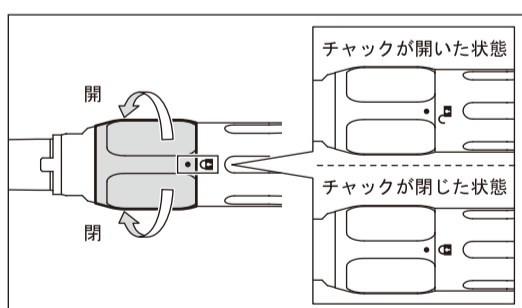

図4
- 1) チャック開閉リングを"開"の方向に「カチッ」と音がするまで回します。(図4)
- ・切削バーを固定した後、●印とⓁ印があることを確認してください。(図4)